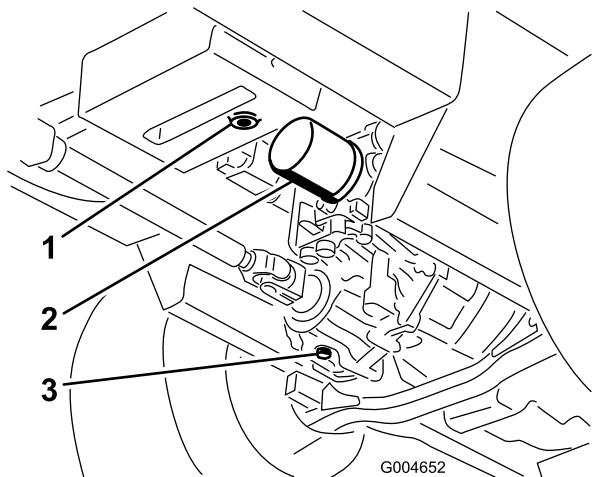

Figure 69
- Placez un grand bac de vidange sous le réservoir hydraulique et le carter de transmission, et enlevez les bouchons pour vidanger tout le liquide hydraulique (Figure 69).
- Nettoyez la surface autour du filtre à huile hydraulique et enlevez le filtre (Figure 69).